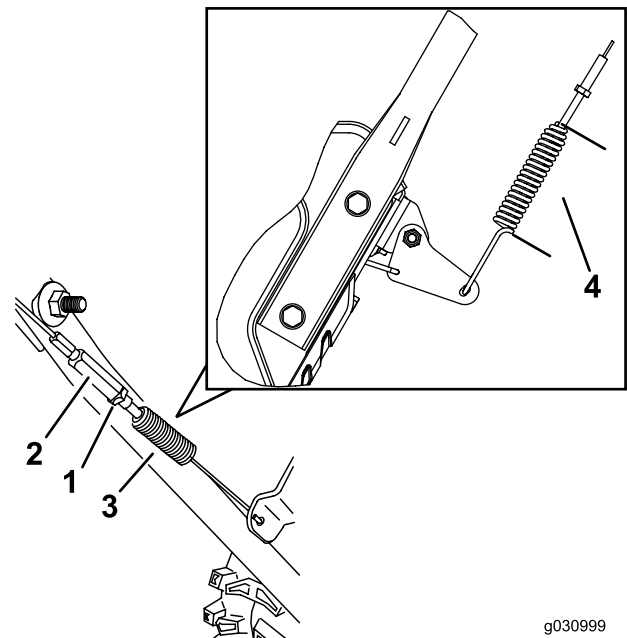

Bild 29
- Lösen oder ziehen Sie die Spannschraube an, um die Federlänge auf 5,5 cm einzustellen, wie in Bild 29 dargestellt.
- Ziehen Sie die Klemmmutter (Bild 29) an und stellen Sie sicher, dass der Antriebsbowdenzug etwas gespannt ist.